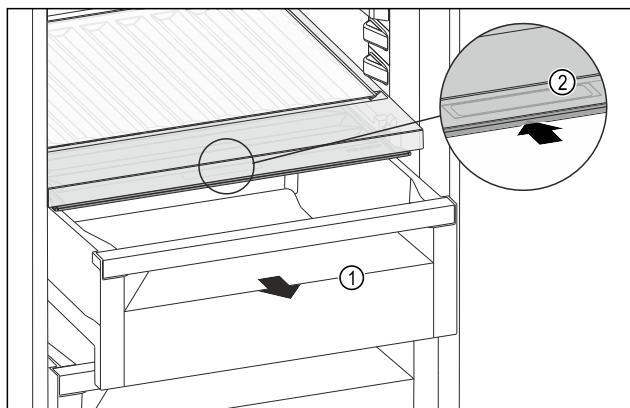

Fig. 157
- ▶ Izvucite ladicu Fig. 157 (1).
- ▶ Primite ručku Fig. 157 (2) na poklopcu pretinca i istodobno povucite poklopac pretinca prema natrag.